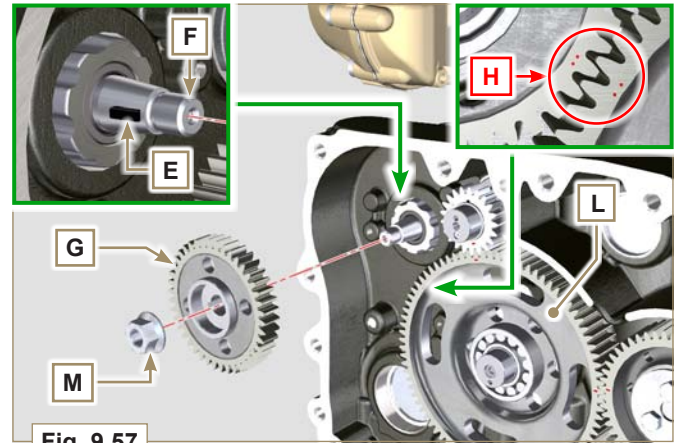

Fig. 9.57
- 4 - Die korrekte Montage des Keils **E** auf der Welle **F** der Einspritzpumpe **D** kontrollieren (Fig. 9.57).
- 5 - Das Zahnrad **G** auf der Welle **F** der Pumpe **D** positionieren, dabei das Bezugszeichen des Keils **E** und das Bezugszeichen **H** des Zahnrads **L** berücksichtigen (Fig. 9.57).